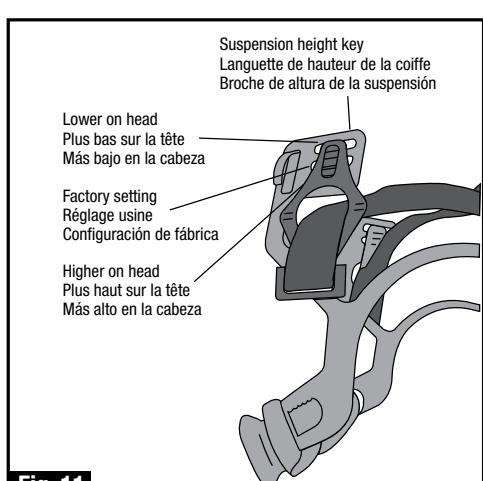

Fig. 11
- Inspectez la coque et la mousse du casque protecteur (si applicable) pour déceler tout signe de bris, entailles, fissures, bosses, aspect craieux, décoloration ou perte de couleur, zone fendillée ou tout autre signe d'usure. Remplacez immédiatement la coque et la mousse (si applicable) si des signes d'usure sont présents. Certaines coques du casque protecteur comprennent un capteur 3M™ Uvicator™ conçu pour changer de couleur lorsqu'il est exposé à certaines quantités de lumière UV (Fig. 11). Remplacez la coque du casque protecteur lorsque le capteur devient blanc ou immédiatement si n'impose quel signe d'usure décrit ci-dessus est présent. Même si aucun signe d'usure n'est visible et que le capteur Uvicator n'est pas devenu blanc, 3M recommande de remplacer la coque dans les cinq années, selon l'environnement de travail.
- Verifique que la cubierta y la espuma (si corresponde) del casco de seguridad no tengan ninguna señal de rotura, perforaciones, grietas, abolladuras, apariencia calcárea, decoloración o pérdida de color, patrón de agrietamiento o cualquier otra señal de deterioro. Reemplace el caparazón y la gomaespuma (si corresponde) de forma inmediata si presenta alguna señal de deterioro. Algunas cubiertas de cascos de seguridad incluyen un sensor Uvicator™ de 3M™ diseñado para cambiar de color cuando se expone a ciertas cantidades de luz ultravioleta (Fig. 11). Reemplace la cubierta del casco de seguridad cuando el sensor cambie a color blanco o inmediatamente si observa cualquier de las señales de deterioro que se describieron anteriormente. Aun si no hay señales visibles de desgaste, y aunque el sensor Uvicator no haya cambiado al color blanco, 3M recomienda reemplazar la coraza cada cinco años, dependiendo del entorno de trabajo.
- The suspension is shipped set at medium height; if you want to adjust it higher or lower follow these steps and refer to Figure 11.
- La coiffe est livrée et réglée à une hauteur moyenne; si vous voulez l'ajuster plus haut ou plus bas, suivez ces étapes et référez-vous à la Figure 11.